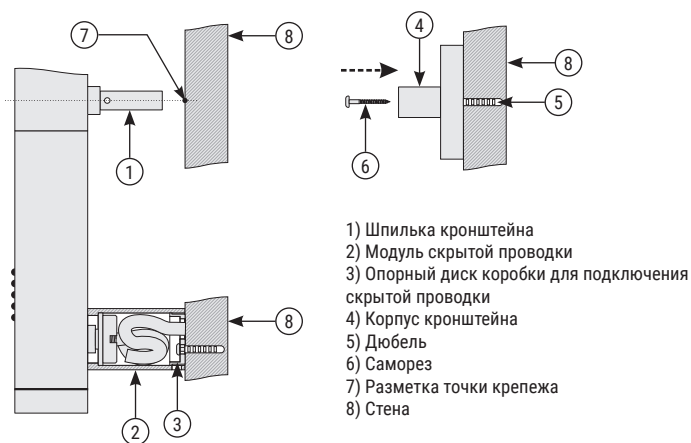

Рис.5
1.7. Установить шпильки кронштейна на полотенцесушитель (рис. 5).
1.8. Произвести «примерочный» монтаж модуля скрытой проводки вместе с электрическим полотенцесушителем на опорный диск для точной разметки точек крепежа (рис. 5).
1.10. В полученных метках сделать отверстия диаметром 6 мм и произвести монтаж кронштейна полотенцесушителя (рис. 5).